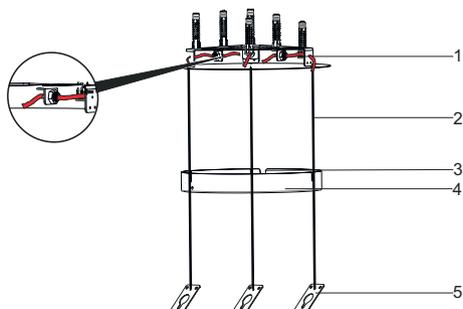

Fig. 12
1. ➔ Tirare i cavi di sospensione del prodotto (2) attraverso la piastra di sospensione (4). A tal fine, l'area di passaggio del cavo di alimentazione (5) dovrebbe essere sul lato destro quando l'apparecchio è visto dalla parte anteriore (Fig. 12).
2. ➔ Lasciare i fili del gancio del prodotto (2) attraverso il meccanismo di blocco del meccanismo di blocco del gancio (1). Assicurarsi che tutti i fili del gancio siano richiesti di lunghezza e uguale (Fig. 12).